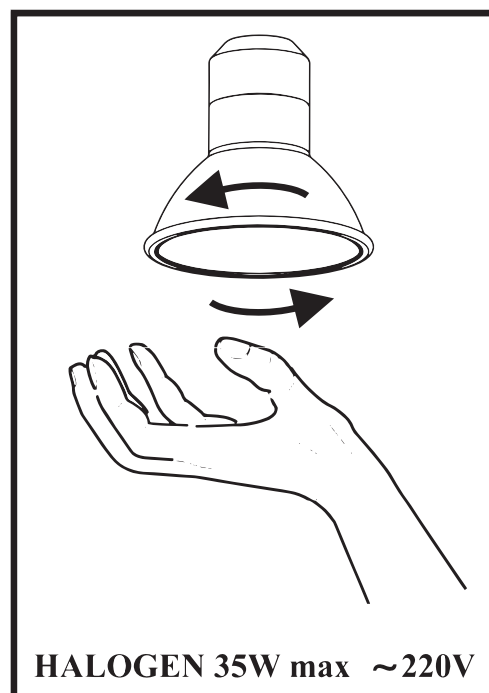

Рис.7
8.9 На витяжці встановленні **HALOGEN** лампи підсвітки робочої зони плити. Перед початком заміни ламп освітлення необхідно відключити витяжку від електромережі, дати можливість охолонути лампам. Для заміни лампи необхідно зняти фільтри, віджати тримач патрона на себе, щоб лампа вийшла з корпусу витяжки, утримуючи тримач патрона, злегка надавити на лампу в напрямку патрона і, повернувши її проти годинникової стрілки, вийняти (**рис.7**). Замість неї необхідно встановити нову з тими ж характеристиками і встановити фільтри.